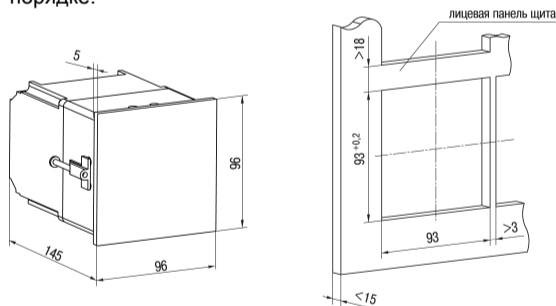

Рисунок 2 – Габаритные размеры корпуса Щ4
1. Подготовить на щите управления монтажный вырез для установки прибора (см. рисунок 2).